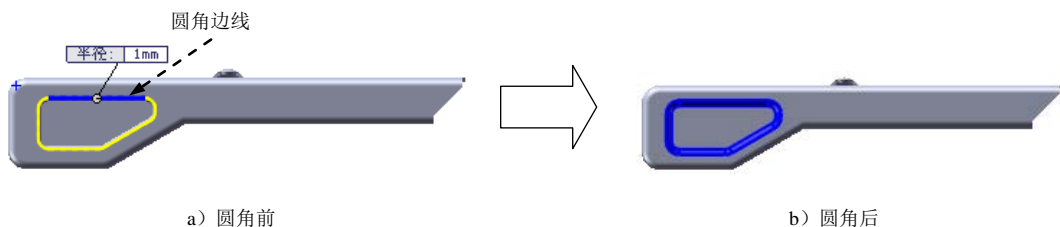

图 13.4.38 圆角 1
Step10. 创建图 13.4.38 所示的圆角 1。
(1) 选择命令。选择下拉菜单 **插入(I)** → **特征(F)** → **圆角(U)...** 命令（或单击  按钮），系统弹出“圆角”对话框。
(2) 定义圆角类型。采用系统默认的圆角类型。